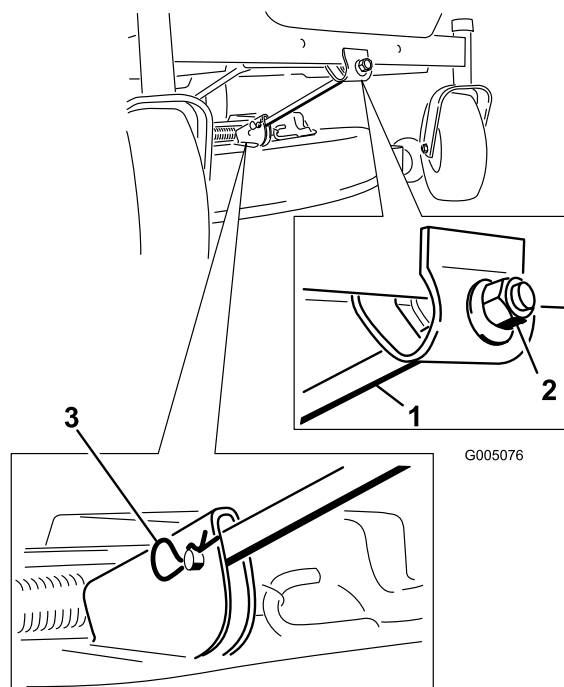

Figure 44
- Enlevez la goupille fendue et les axes de chapes de la tige de support avant (Figure 44). Abaissez doucement l'avant du plateau de coupe au sol.
6. Fixez la tige de support avant au plateau de coupe à l'aide de l'axe de chape et de la goupille fendue (Figure 44).